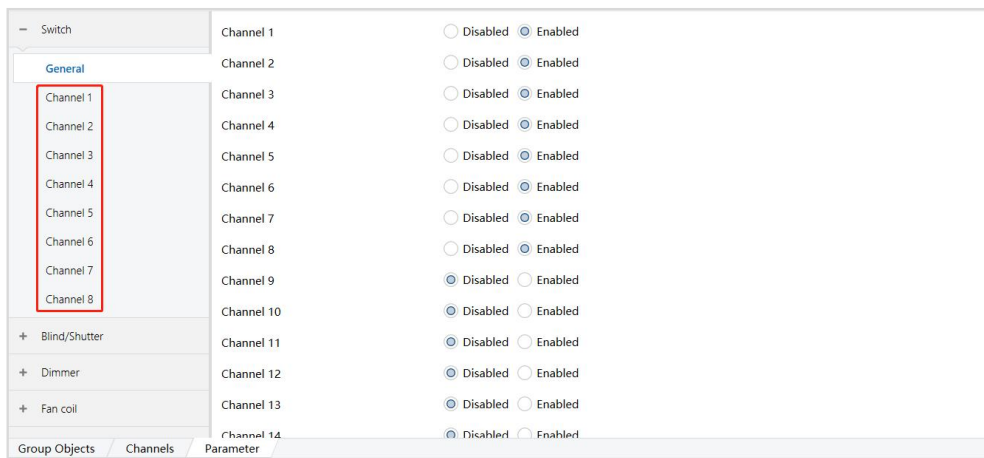

图 6.1.2
2) 以 8 路开关执行模块为例, Channel 1— Channel 8 都选择 “Enabled” 后, 启用执行器相应回路, 出现如图红色方框内的 8 个选项, 如图 6.1.2 所示;